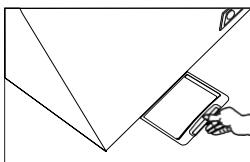

Figura 2
- 5.** Extraiga el tapón de drenaje girándolo. (Figura 2)